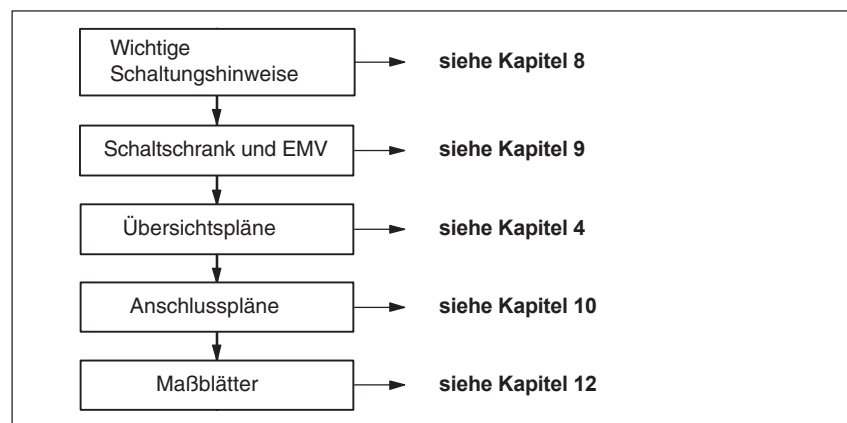

Bild 1-5 Anschlusskonfiguration
- Phase 2            Anschlusskonfiguration            (siehe Bild 1-5)